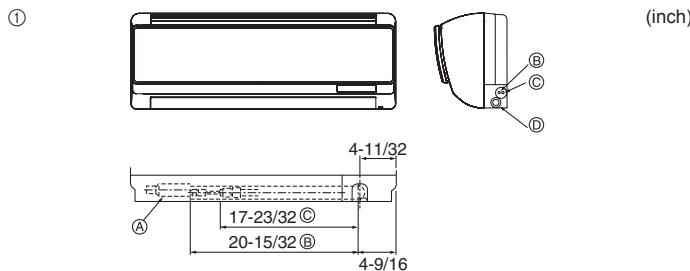
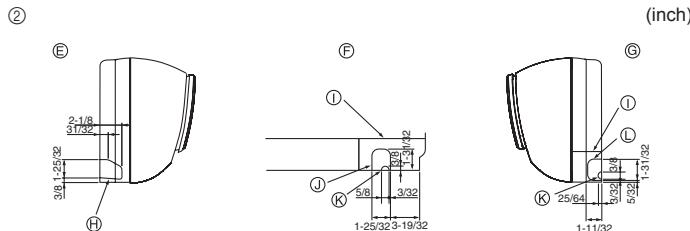

Fig. 4-2
Fig. 4-3
- Position des tuyaux de réfrigérant et d'écoulement (Fig. 4-2)
- (A) Longueur utile : 640 mm, 25-3/16 inch
- (B) Tuyau à liquide
- (C) Tuyau à gaz
- (D) Tuyau flexible d'évacuation
- Déterminer la position des orifices à dégager sur le corps de l'appareil. (Fig. 4-3)